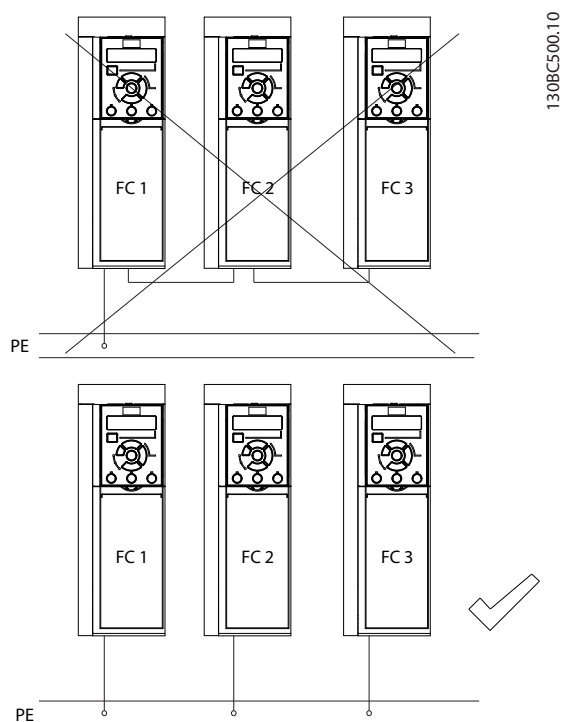

Рисунок 2.3 Принципы заземления
- Запрещается совместно заземлять несколько преобразователей частоты с использованием последовательного подключения (см. *Рисунок 2.3*)